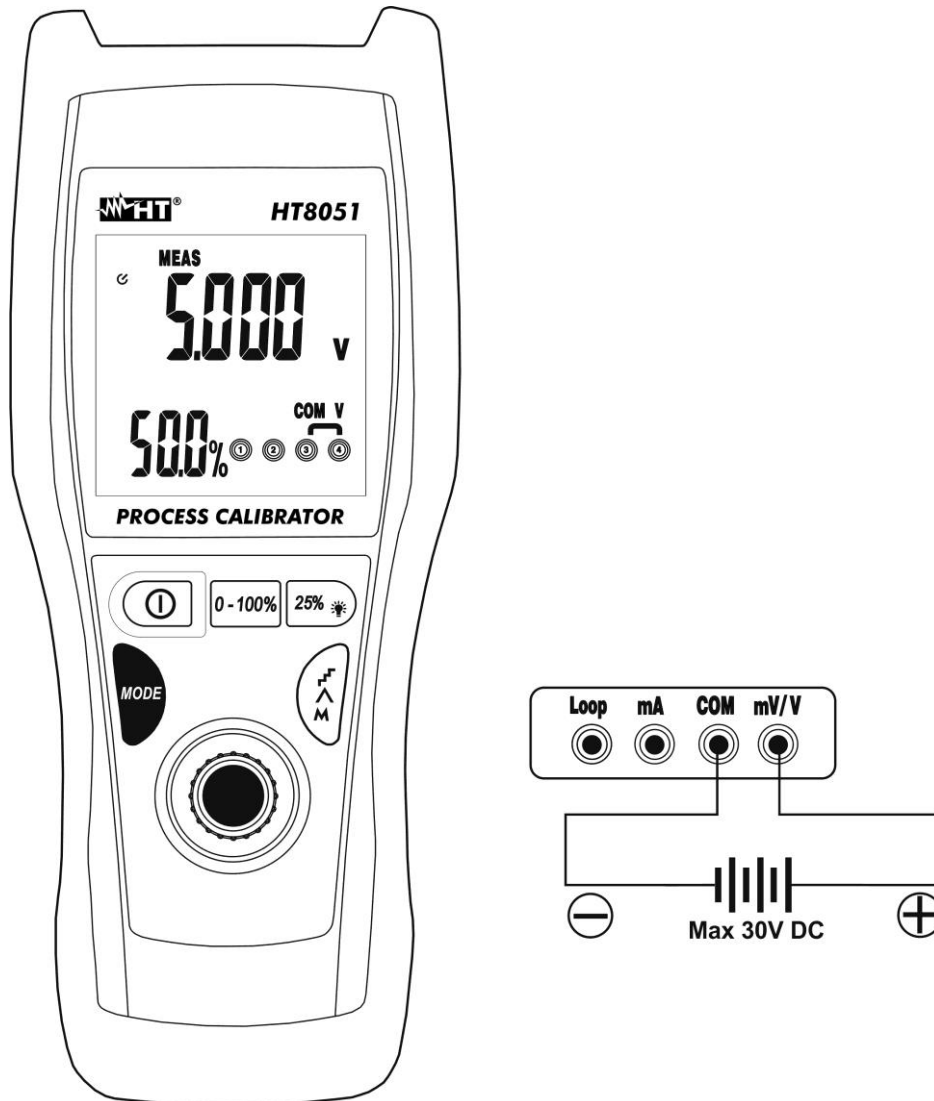

Fig. 3: Medição de tensões CC
3. Colocar a ponteira verde e a ponteira preta, respectivamente, nos pontos com potencial positivo e negativo do circuito em exame (ver Fig. 3). O valor da tensão é apresentado no display principal e o valor percentual em relação ao fundo da escala no display secundário.
4. A mensagem "-OL-" indica que a tensão em exame excede o valor máximo mensurável pelo instrumento. O instrumento não executa medições de tensão com polaridade oposta em relação à ligação da Fig. 3. O valor "0.000" é apresentado no display.